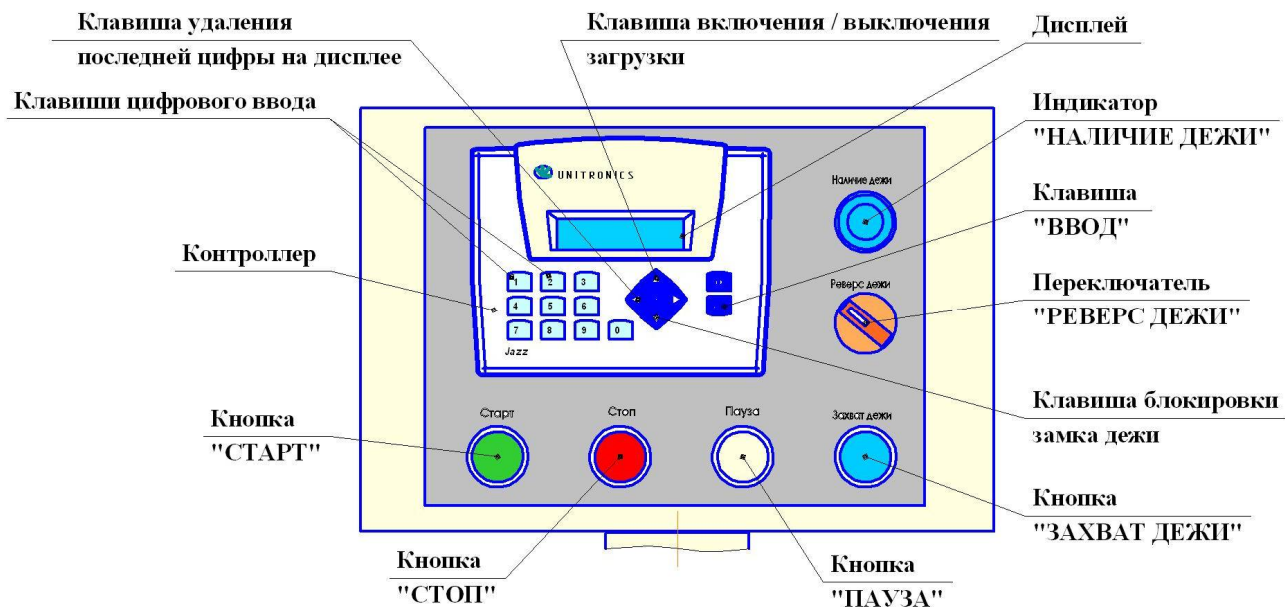

Рисунок 10 – Пульт управления.
- работы по смазке машины согласно карты смазки (см. рис.10);